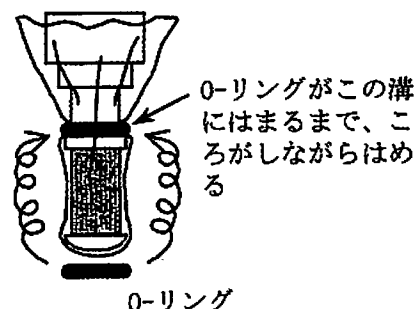

図2
5. O-リングで止める。金電極の周りに空気が残らないように、ポリエチレン袋を引っ張る（図2）。